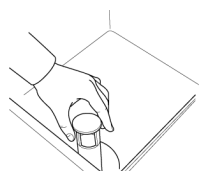

Fig.12
- 1- Aprire la porta e verificare che tutti i componenti interni, incluso il troppopieno, siano nella giusta sede. (Fig.12).